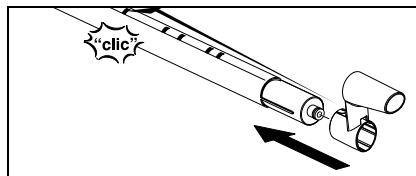

Fig. 2
- Skyv festekroken (G3) inn til det andre hakket ovenfra på forlengerrøret (G1) samtidig som åpneknappen holdes inntrykt. Når åpneknappen frigjøres må festekroken gå i inngrep (se fig. 2).